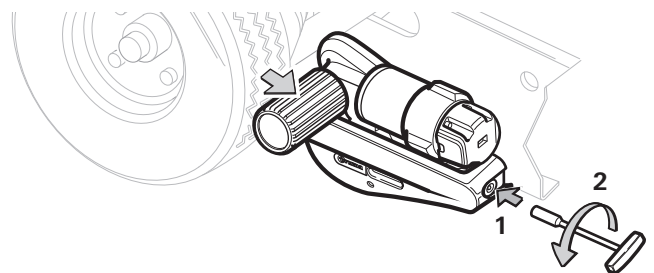

Bild 8
- Den Steckschlüssel (Schlüsselweite 7 mm) in die Öffnung stecken (Bild 8 - 1) und gegen den Uhrzeigersinn drehen (Bild 8 - 2) bis der Mover komplett bis zum Anschlag abgeschwenkt ist.